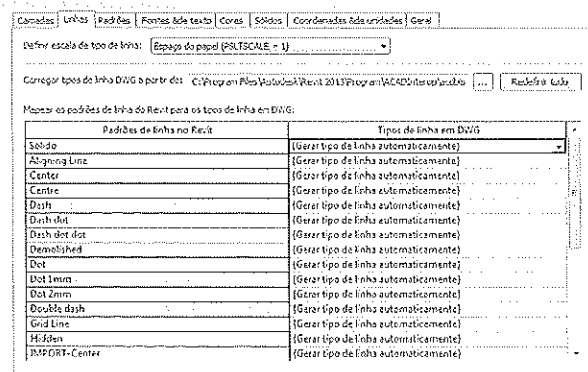

Figura 20.14 – Configuração do estilo das linhas.
- **Linhas:** indica como serão exportadas as linhas do Revit. No Revit, elas são definidas pelos estilos de objetos por categorias; no AutoCAD®, pelas variáveis LTSCALE e PSLTSCALE. A opção padrão é exportação automática. Veja na Figura 20.14 que cada linha do Revit está configurada para gerar no AutoCAD® uma linha automática, mas se você clicar no botão da coluna **Tipos de linha em DWG**, pode escolher a linha do AutoCAD® que será utilizada.